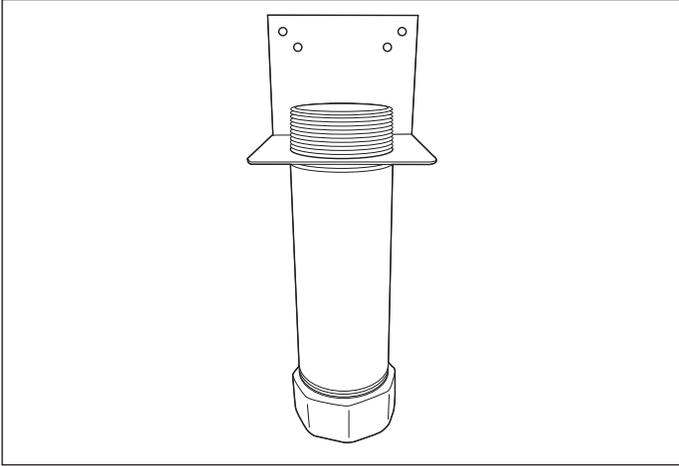

Figure 20-5
1. Mettez le support de fixation du boîtier du détecteur de carburant sur le filetage du boîtier (Figure 20-5).